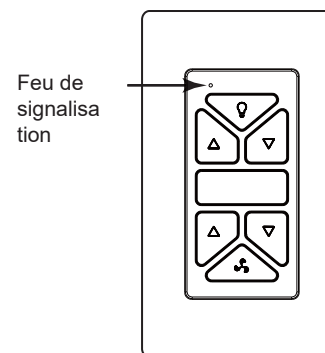

Fig. 2
REMARQUE : Le couvercle décoratif inclus avec votre ventilateur est une option pour remplacer l'ensemble LED pour la lumière dans le cas où vous préférez ne pas utiliser la fonction d'éclairage de votre ventilateur. La couverture décorative n'est pas nécessaire pour l'opération légère ; il peut être enregistré pour une utilisation ultérieure si vous le souhaitez. (Fig. 2)
- 2 Installez le berceau A dans la plaque murale. (Fig. 2)
- 5 Feu de signalisation (Fig. 2)